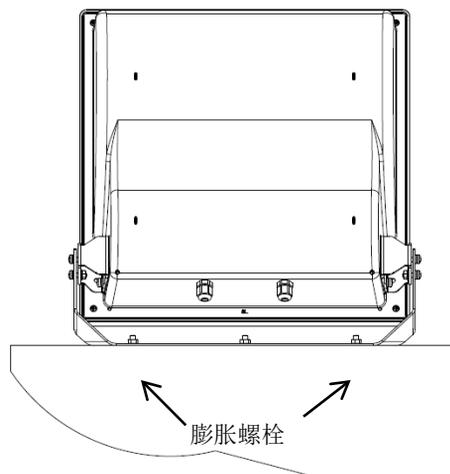

图3
3. 用膨胀螺栓M10*100安装在支架膨胀螺栓安装孔上固定到墙体上,墙体打孔孔径14mm，打孔深度60-65mm，膨胀螺栓锁紧力矩45-50N.m（如图3）；